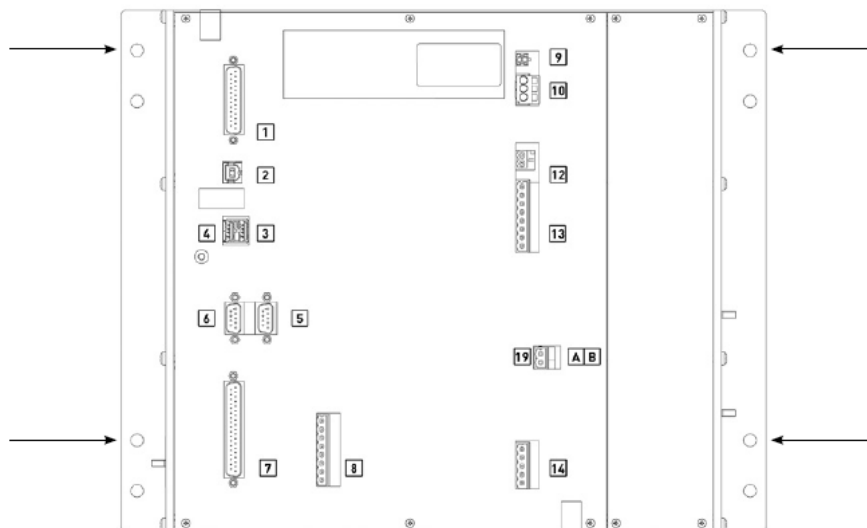

Figura 88
- 2) Desenroscar las cuatro tuercas que fijan el RCM y retirar las arandelas (ver Figura 88);